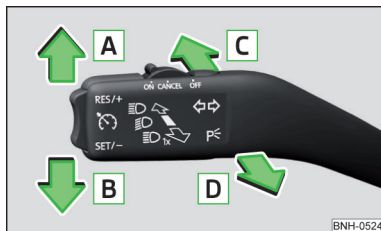

Fig. 40
- Trageți maneta de semnalizare (» fig. 40 la pagina 61) înspre volan, împingeți-o în jos și mențineți-o în această poziție.
- Trageți maneta de semnalizare (» fig. 40 la pagina 61) înspre volan, împingeți-o în sus și mențineți-o în această poziție. ▶
Pozițiile manetei de operare » fig. 40